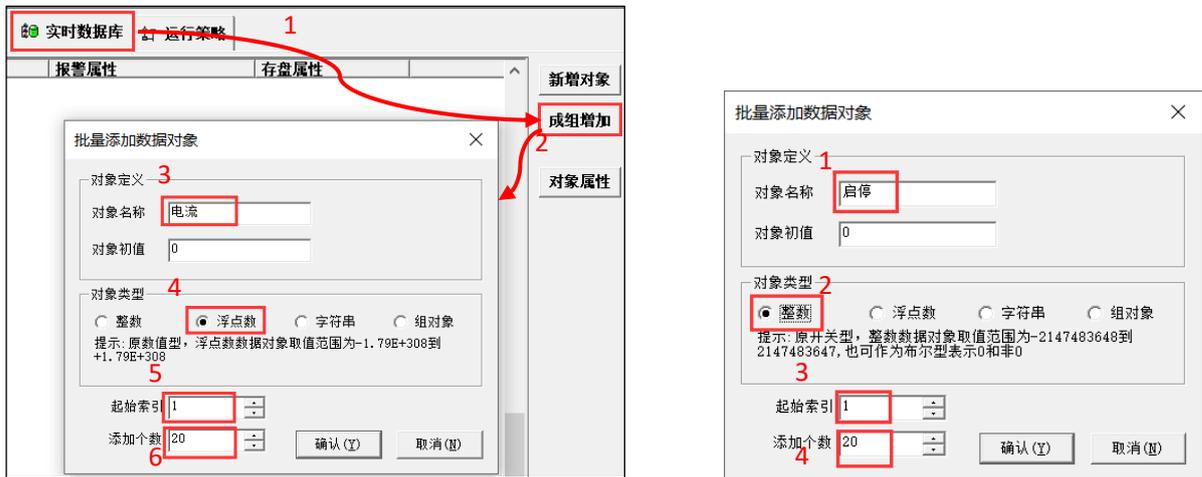

图 6.2-1 成组增加变量
- 进入实时数据库 → 成组增加，设置【对象名称】为【电流】，【对象类型】为【浮点数】，【起始索引】为【1】，【添加个数】为【20】个。点击确认保存设置并关闭设置界面。如图 6.2-1 所示。
- 用同样的方法新建 20 个整数型变量【启停 1】至【启停 20】。点击【成组增加】，设置【对象类型】为【整数】，【起始索引】为【1】，【添加个数】为【20】个。点击确认保存设置并关闭设置界面。如图 6.2-1 所示。